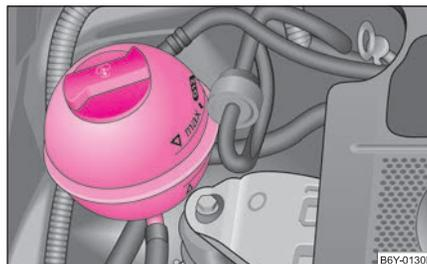

Abb. 143 Motorraum: Kühlmittel-Ausgleichbehälter
- Prüfen Sie den Kühlmittelstand am Kühlmittel-Ausgleichbehälter ⇒ Abb. 143. Der Kühlmittelstand muss bei kaltem Motor zwischen den Markierungen „MIN“ und „MAX“ liegen. Bei warmem Motor kann er auch etwas über der Markierung „MAX“ liegen.
- Legen Sie einen Lappen auf den Verschlussdeckel des Kühlmittel-Ausgleichbehälters ⇒ Seite 162, Abb. 143 und schrauben Sie den Deckel **vorsichtig** linksherum ab ⇒ .